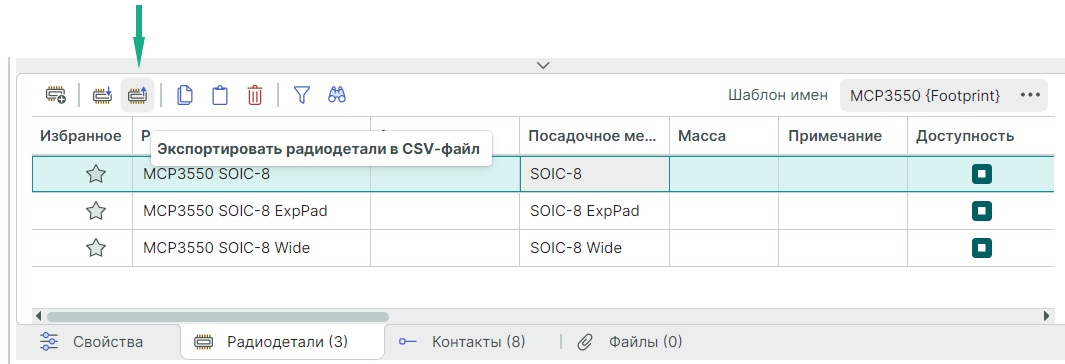

Рис. 305 Экспорт данных радиодеталей в csv – файл
1. Нажмите на символ  «Экспортировать радиодетали в CSV-файл» на вкладке «Радиодетали» редактора компонентов, см. Рис. 305.